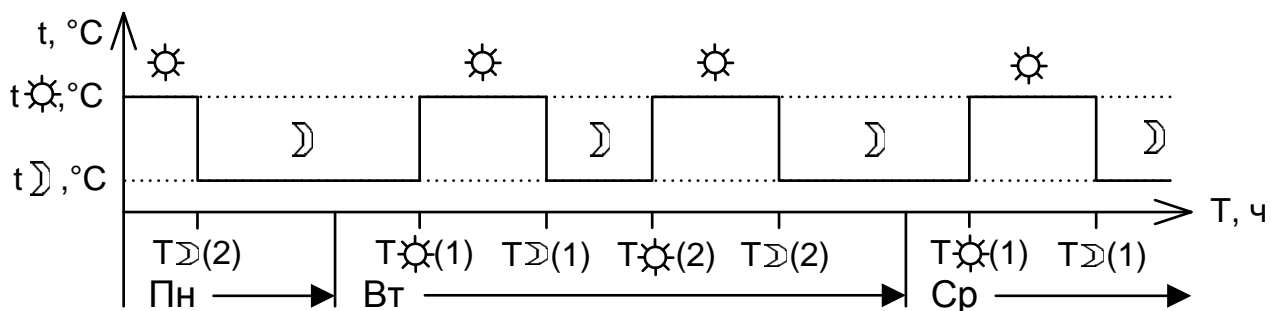

Рисунок 8 - Временной (недельный) график
7.6.1 В режиме “Программа” возможна установка для каждого дня недели до двух периодов, состоящих из начала и конца времени действия уставки температуры T_{\odot} “Норма” и T_{\supset} “Ниже” (см. рисунок 8).